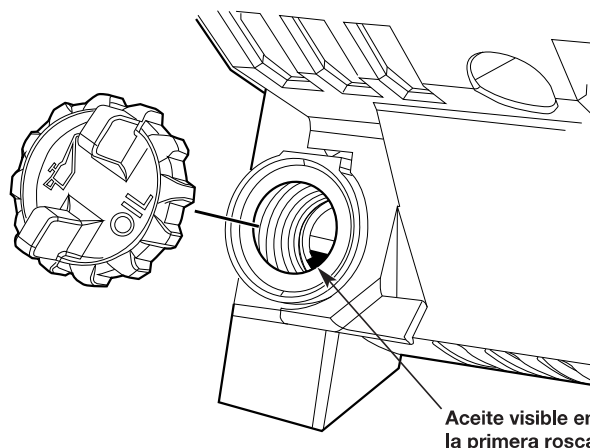

Fig. 22
3. Desenrosque el tapón para el llenado de aceite. El nivel de aceite debe ser visible en la primera rosca del depósito (Fig. 22). Si el nivel de aceite es demasiado bajo, añada aceite. Consulte Cómo agregar aceite
1. Limpie la zona que rodea al tapón del aceite (Fig. 22) para evitar que ingrese suciedad al orificio de llenado.
3. Agregue aceite por el orificio hasta que el nivel sea visible en la primera rosca del depósito (Fig. 22).